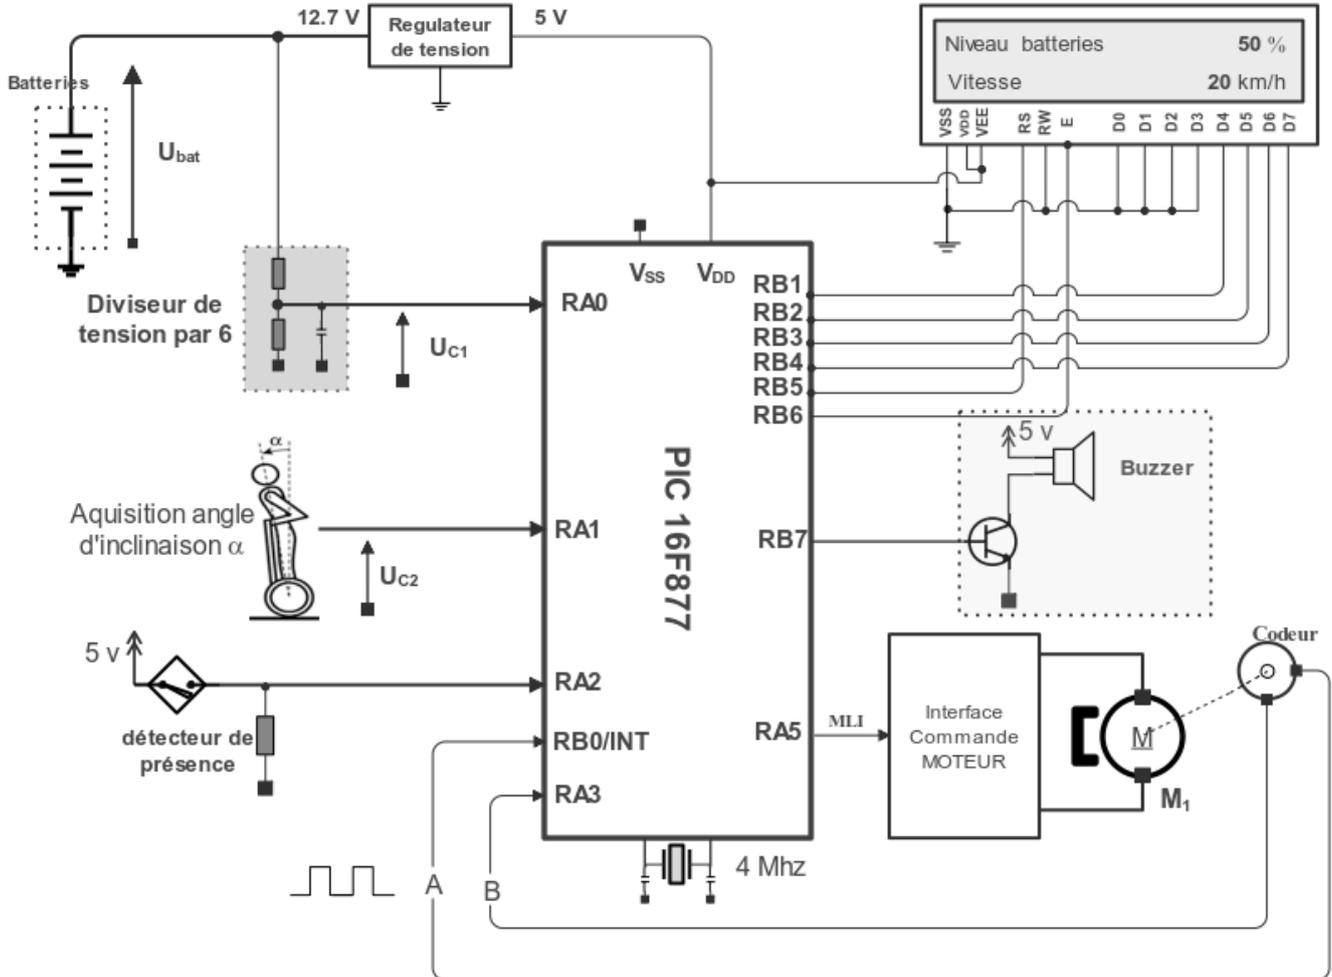

Figure 4 : Schéma de principe du Gyropode
Q.14- A partir de la **Figure 4 page 4**, identifier la nature (*digitale ou analogique*) des entrées **RA0, RA1, RA2** et **RB0**. **1 pt**
La tension continue U_{bat} est appliquée à l'entrée **RA0** par l'intermédiaire d'un pont diviseur de tension qui divise la tension par **6** (voir **Figure 4, page 4**).